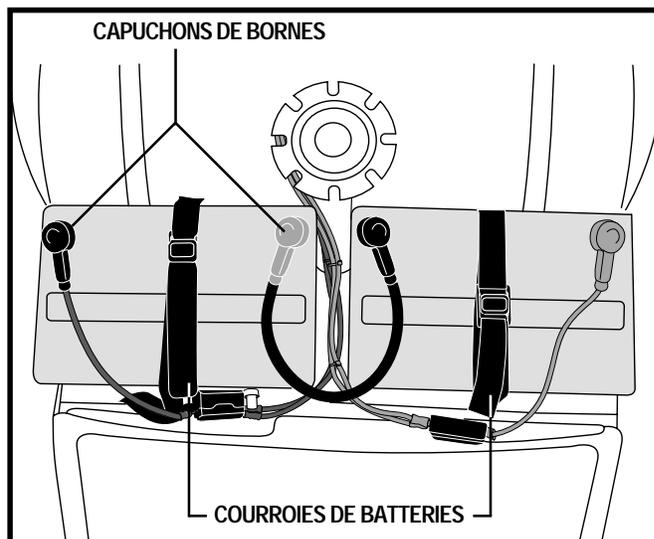

Figure 12. Courroies de batteries
3. Détachez les courroies d'ancrage des batteries. Voir la figure 12.
NOTE: Assurez-vous de bien recouvrir les bornes avec les capuchons. Voir la figure 12.